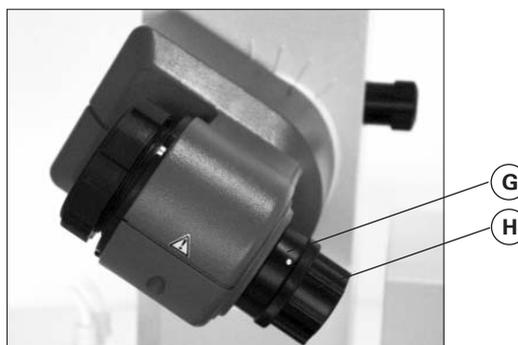

Fig. 9
- ☞ Öffnen Sie die Arretierung des Dampfdurchführungsrohres (G) durch Drehung um 60° gegen den Uhrzeigersinn (Fig. 9).
Die Kunststoffmutter (H) dient als Abdrückhilfe für festsitzende Kolbenschliffverbindungen (Fig. 9).
- ☞ Halten Sie die Arretierung und lösen Sie die Kunststoffmutter (H)
- ☞ Halten Sie hierzu den festsitzenden Verdampferkolben und drehen Sie die Kunststoffmutter (H) bis zum Verdampferkolbenhals.
*Hinweis: Ziehen Sie vor Inbetriebnahme die Kunststoffmutter (H) linksbündig handfest an. Dabei halten Sie die Arretierung (G) des Dampfdurchführungsrohres fest.*